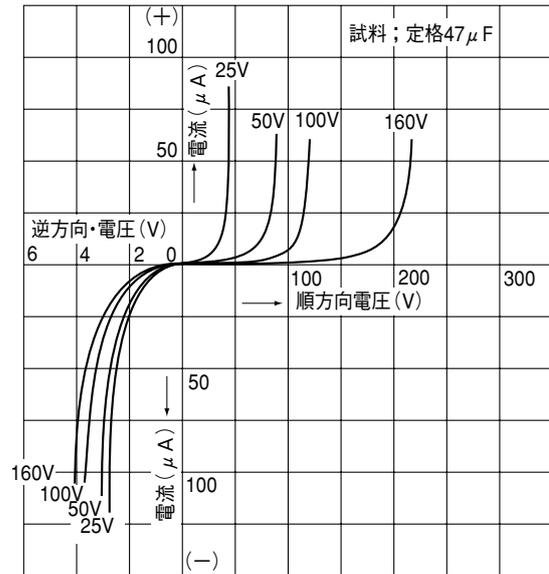

図 2-2 V-I 特性 (電圧—電流特性)
アルミニウム電解コンデンサに電圧を印加したときの、印加電圧と電流の関係を(図 2-2)に示します。(図 2-2)より、
コンデンサ C (F) に交流電圧 E (V) を印加すると $I = \omega CE$ (A) の電流が流れます。(図 2-2 V-I 特性) に示したようにアルミニウム電解コンデンサは逆方向に対して耐電圧を持っておりません。したがってアルミニウム電解コンデンサを交流回路で使用すると、 $I = \omega CE$ で算出した値以上の電流が流れます。アルミニウム電解コンデンサの内部抵抗を R (Ω) とすると、電流によって $W = I^2R$ (W) のワット損失により発熱します。アルミニウム電解コンデンサは内部抵抗が大きいため発熱も大きく、発熱によって電解液が蒸発しコンデンサの内圧が上昇し、圧力弁作動状態となります。なお、両極性アルミニウム電解コンデンサであっても連続交流回路には使用できません。